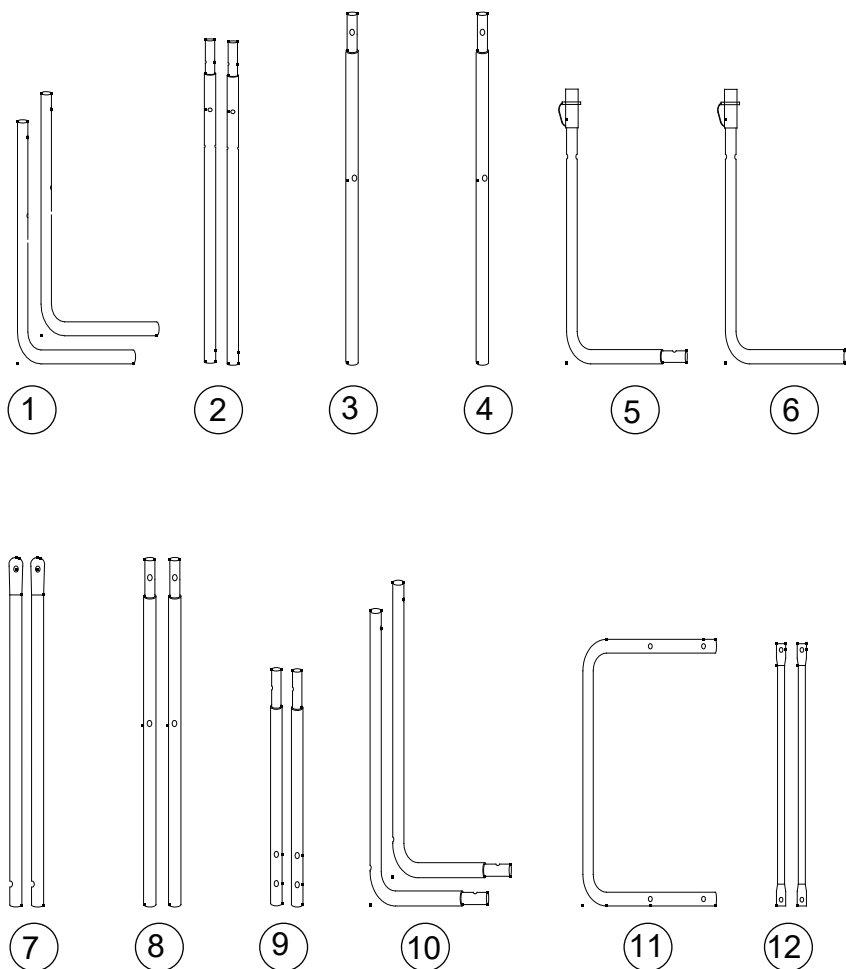

Figure 1 & 2
3. Connectez les tubes (2) au tube (3) et au tube (4) à l'aide des verrous à ressort (préinstallés) comme indiqué sur la figure 1.